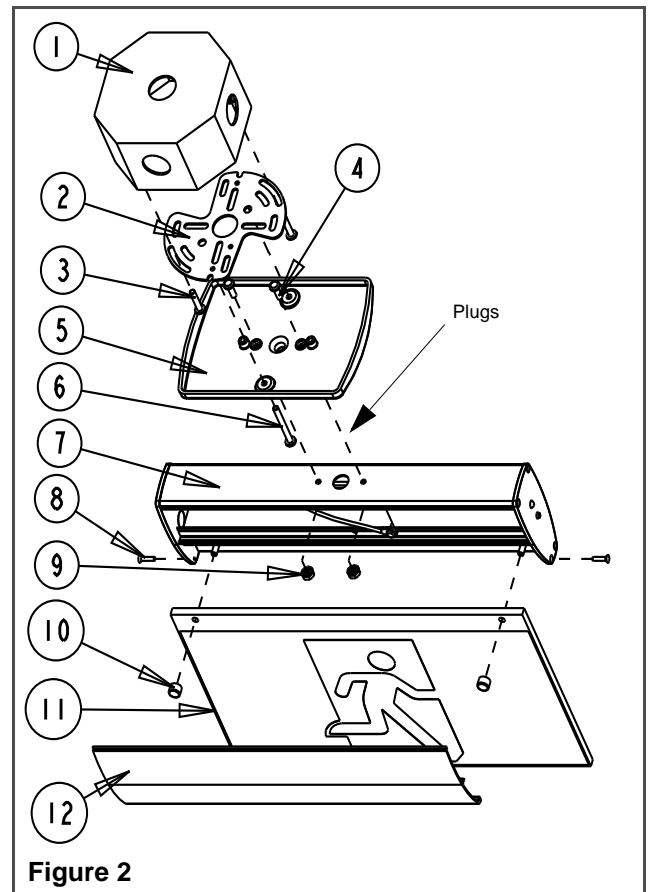

Figure 2
Ceiling or End mount (See Figure 2 & 3)
- a. For ceiling mount: remove plugs (see Figure 2)
Montage en extrémité ou au plafond (voir fig. 2 et 3)
- a. Pour le montage au plafond: enlever les bouchons situés sur le dessus du boîtier (voir fig. 2).